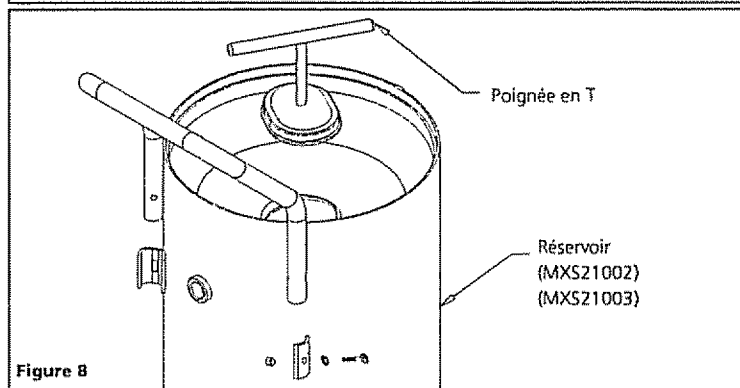
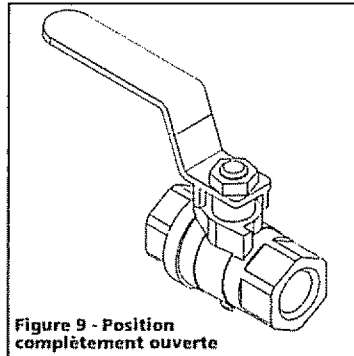

Figure 8
Figure 9 - Position complètement ouverte
4. En tirant la poignée en T (voir figure 8), ouvrir complètement la soupape à bille à poignée bleue (voir figure 9). L'air comprimé remplira le réservoir et le filtre.